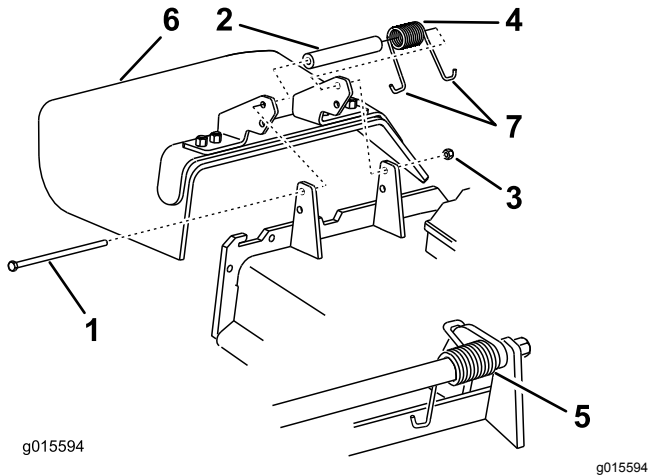

図 6
4. デフレクタをピボットブラケットに固定しているロックナット、ボルト、スプリング、スペーサを外す (図 6)。
5. デフレクタを取り外す (図 6)。